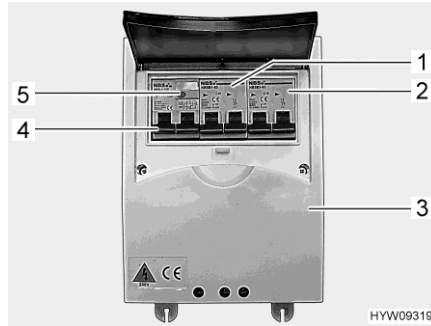

Bild 96 Ledningsskyddsbrytare och FI-brytare (230 V-säkringslåda)
- ▷ Den andra ledningsskyddsbrytaren (Bild 96,2) är valfri. Om denna ledningsskyddsbrytare finns tillgänglig beror på fordonets utrustning.
- Koppla från båda ledningsskyddsbrytarna (Bild 96,1 och Bild 96,2) i säkringslådan (Bild 96,3).
- När fordonen är anslutet till 230 V-försörjningen, tryck på kontrollknappen (Bild 96,5) på jordfelsbrytaren (FI-brytare) (Bild 96,4) i säkringslådan (Bild 96,3). Jordfelsbrytaren måste lösa ut.
- Slå på jordfelsbrytaren (Bild 96,4) igen.
- Koppla från båda ledningsskyddsbrytarna (Bild 96,1 och 2) i säkringslådan (Bild 96,3).